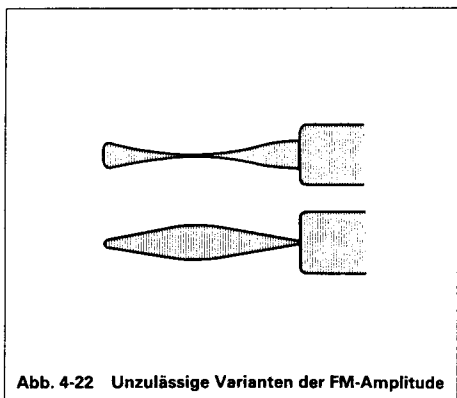

Abb. 4-22 Unzulässige Varianten der FM-Amplitude
(4) Ergeben sich FM-Wellenformen entsprechend Abb. 4-22, so ist eine Einstellung erforderlich.